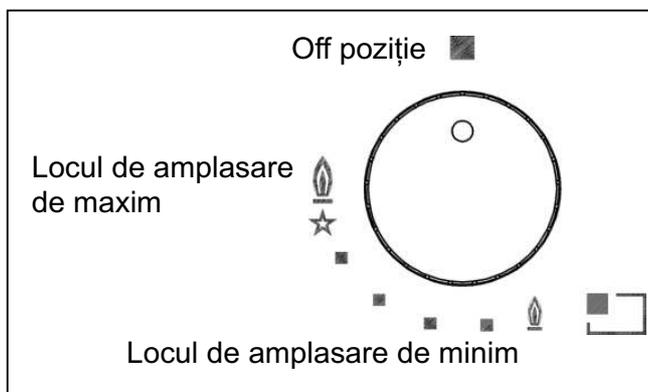

FIG. 1
Apasati si rotiti in sens antiorar butonul corespunzator arzatorului pe care doriti sa-l utilizati, aduceti-l pe pozitia de Maxim (flacara mare, fig. 1) si apropiati un chibrit de arzator.
Apasati si rotiti in sens antiorar butonul corespunzator arzatorului pe care doriti sa-l utilizati, aduceti-l pe pozitia de Maxim (flacara mare, fig. 1), dupa care apasati si eliberati butonul de aprindere.
La arzatoarele dotate cu termocuplu de siguranta, trebuie sa se roteasca in sens antiorar butonul corespunzator arzatorului pe care doriti sa-l utilizati, sa-l aduceti pe pozitia de Maxim (flacara mare, fig. 1) pana sesizati o mica oprire a acestuia, dupa care apasati butonul si repetati operatiile indicate anterior. Dupa aprindere mentineti butonul apasat circa 10 secunde.
- Cand incepe fierberea aduceti butonul in pozitia de Minim (flacara mica, fig. 1).
- **aprinderea arzatoarelor cu termocuplu de siguranta se poate face doar daca butonul este pe pozitia de Maxim (flacara mare fig. 1).**